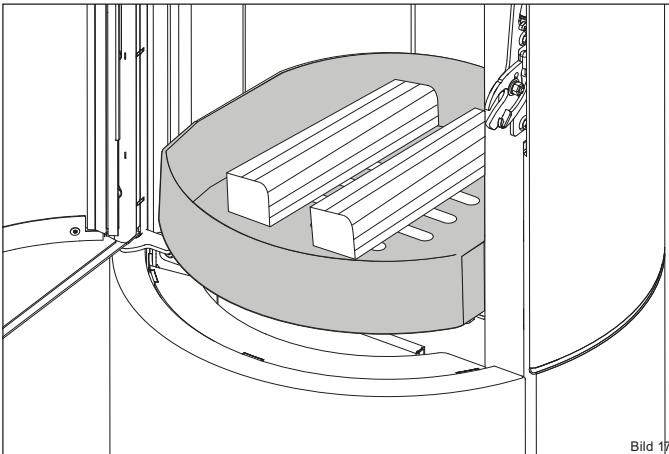

Bild 17
- Legen Sie zwei Holzscheite (❻) mit 1,4 kg Gesamtgewicht mittig in den Feuerraum ein (mit der Stirnseite nach vorne zeigend). Lassen Sie ca. 5 cm Abstand zur Feuerraumscheibe (Bild 17).